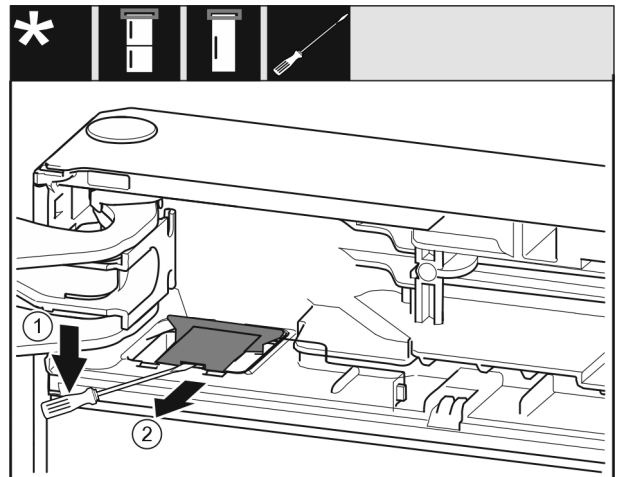

Fig. 10
- Mit einem Schlitzschraubendreher die Abdeckung Fig. 10 (1) ausrasten.
- Abdeckung Fig. 10 (2) herausnehmen.